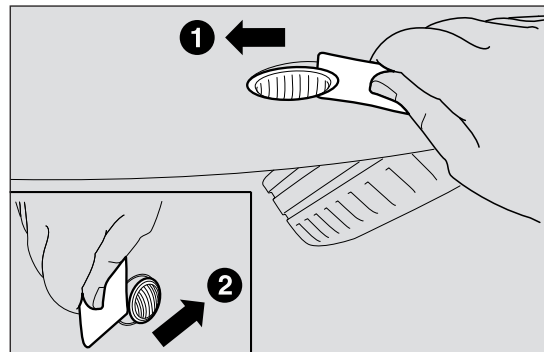

fig. 128
- faire levier sur le transparent en partant de l'avant vers l'arrière (1 - fig. 128) ;
- faire levier dans la direction opposée en partant de l'arrière (2 - fig. 128) et extraire le groupe B ;